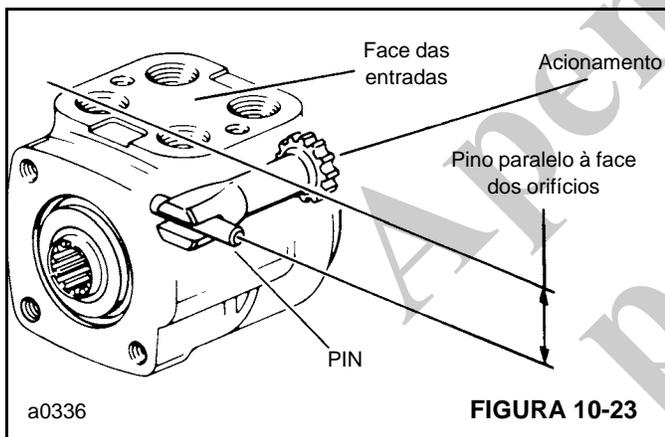
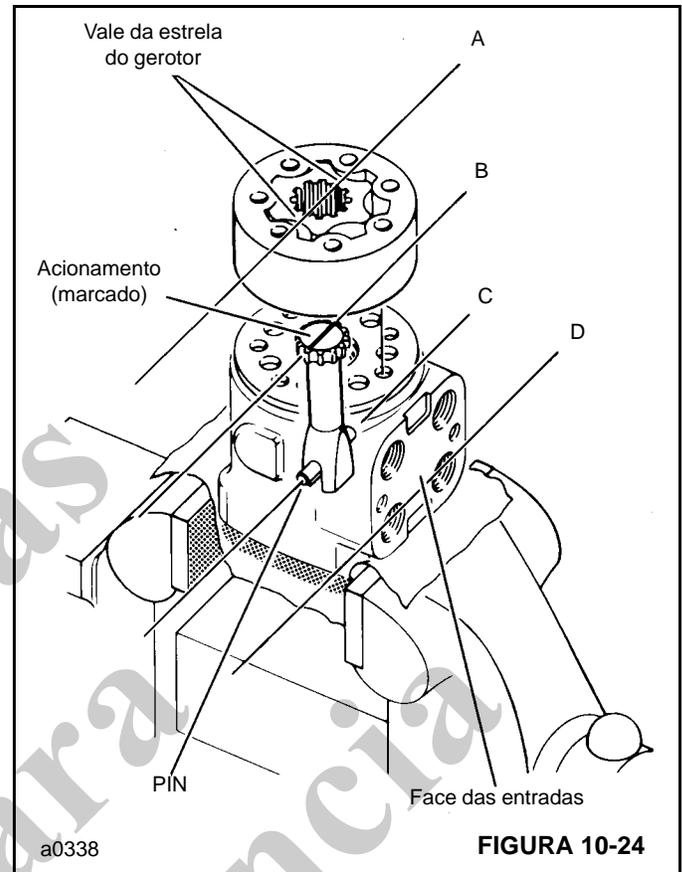

FIGURA 10-23
FIGURA 10-24
20. Gire o conjunto de carretel e luva até que o pino **11** esteja paralelo em relação à face do orifício (Figura 10-23). Instale o acionamento (**15**, Figura 10-13). Engate o acionamento no pino **11**. Para assegurar o alinhamento correto, marque o acionamento como mostrado em (Figura 10-24), Ref. B. Ao marcar, observe o relacionamento entre a extremidade com fenda e a extremidade estriada do acionamento.
22. Com o lado da vedação do gerotor voltado para a placa do espaçador **14**, alinhe os vales da estrela (Figura 10-24, Ref. A) no acionamento (Ref. B). Observe o relacionamento paralelo das linhas de referência A, B, C e D. Alinhe os furos dos parafusos sem desengatar o gerotor do acionamento.